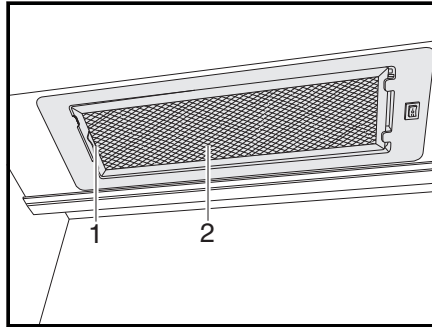

Fig. 148 Hotte aspirante
- Pousser le levier (Fig. 148,1) vers l'intérieur.
- Retirer le filtre (Fig. 148,2) vers le bas.